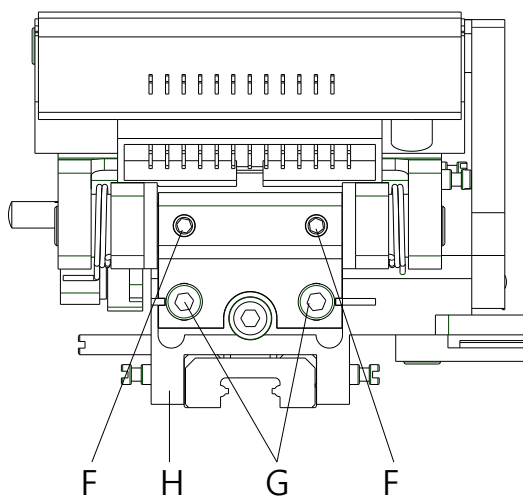

Figure 18
4. Enlever les vis hexagonales (G, Figure 18).
6. Faire des travaux de service nécessaires, p. ex. échanger des ressorts (C) ou le support de tête d'impression. Voir l'indication suivante.
Le composant peut être divisé plus encore dans ses éléments, en enlevant de l'axe de tête d'impression (D). Pour ce processus, desserrer les chevilles filetées (F). Lors de l'assemblage, respecter le parallélisme des échancrures à côté des vis (G) aux échancrures dans le chariot de guidage (H, Figure 18).